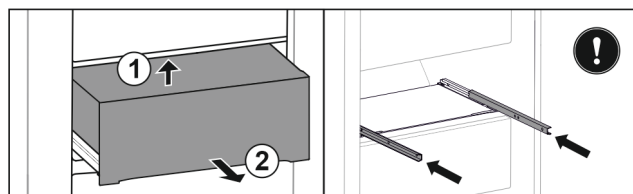

Fig. 148
- ▶ Soulever le tiroir à l'arrière par le bas. Fig. 148 (1)
- ▶ Retirer le tiroir par l'avant. Fig. 148 (2)